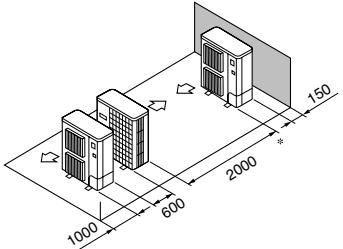

Fig. 2-12
⑦ Tekli paralel ünite düzeni (Fig. 2-12)
⑤ Tekli paralel ünite düzeni (Fig. 2-12)